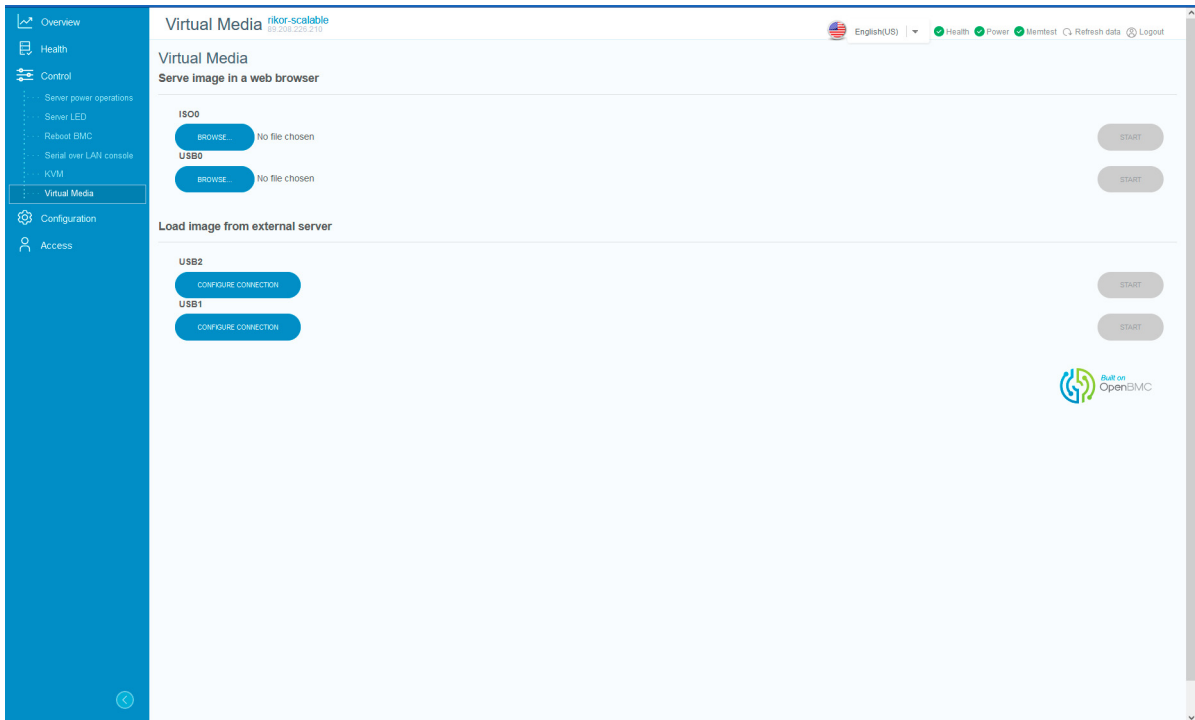

Рис. 73. Окно «Virtual Media»
7) Пройдите во вкладку «Control» → «Virtual Media» в данной вкладке осуществляется виртуальное подключение периферийных устройств. Окно показано на рис. 73 Окно «Virtual Media»